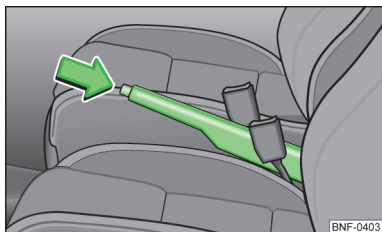

Fig. 79
- Levante un poco la palanca del freno de mano y pulse **a la vez** el botón de bloqueo » fig. 79.